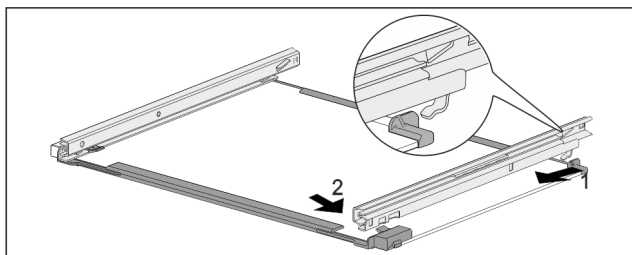

Fig. 266 Ripiano in vetro con guide
- Agganciare la guida sul lato posteriore. Fig. 266 (1)
- Innestare la guida sul lato anteriore. Fig. 266 (2)